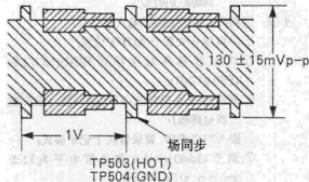

图6
- 步骤: ①将PAL制彩条信号输入录像机;
②置系统开关于“AUTO”位置;
③推入空白磁带,置录像机于记录模式;
④将示波器两端连接TP503(HOT)和TP504(GND);
⑤调节VR501(PAL),使视频电平为 $130 \pm 15mVp-p$,如图6所示。